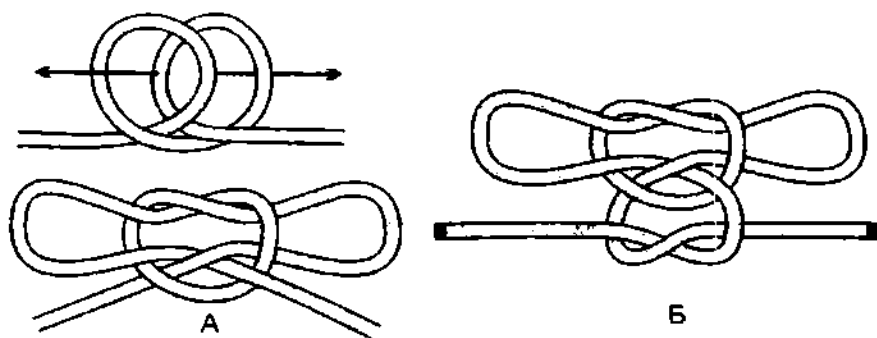
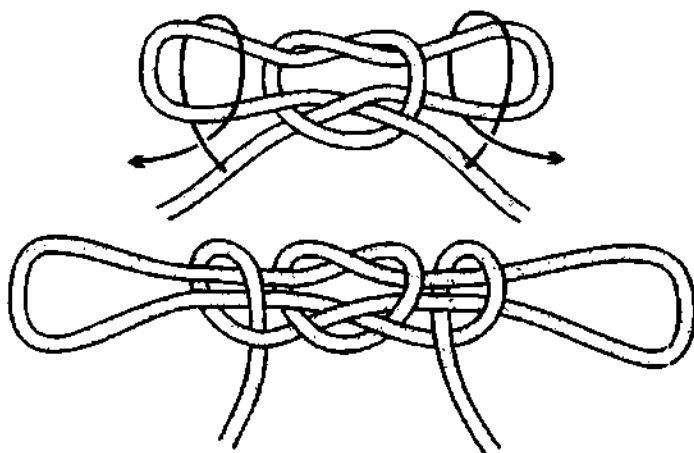

Рис. 438. А – кандальный узел; Б – связывание концов у кандального узла *простым узлом*.
Рис. 439. **Кандальный узел** с полуштыками – *лестничный узел*.
**Кандальный узел** – это ещё один вариант *простого узла* с двумя петлями, в который пропущены ходовые концы (рис. 438) **Кандальный узел** очень похож на *пьяный узел*, и может использоваться в тех же целях. Для того, чтобы закрепить оба конца и зафиксировать петли, концы связываются вместе *простым узлом* (рис. 438 Б) или на петли накидываются полуштыки (рис. 439). **Кандальный узел** с полуштыками является двойной незатягивающейся петлёй, которая имеет собственное название – *лестничный узел*.